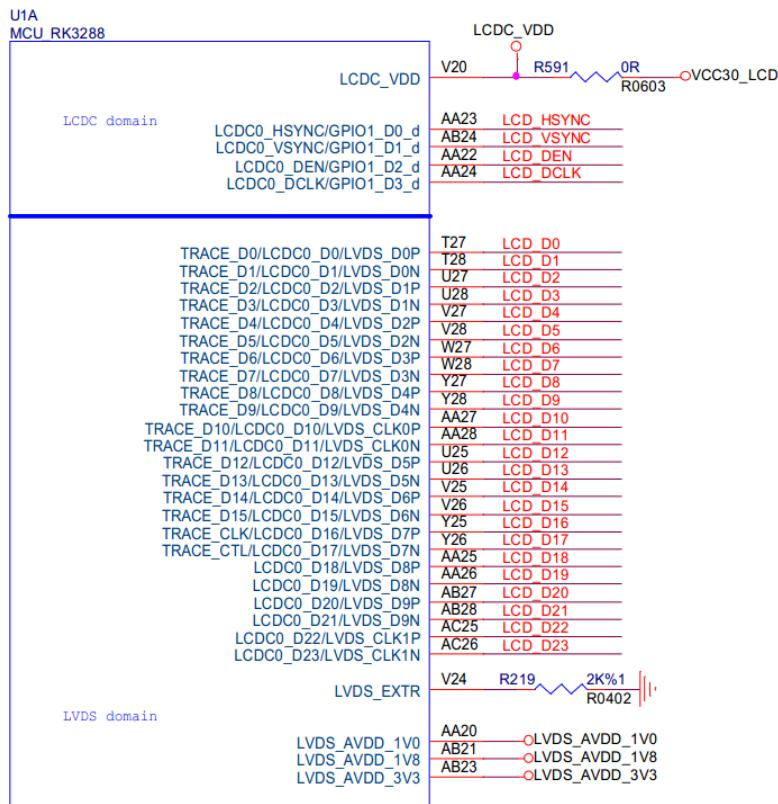
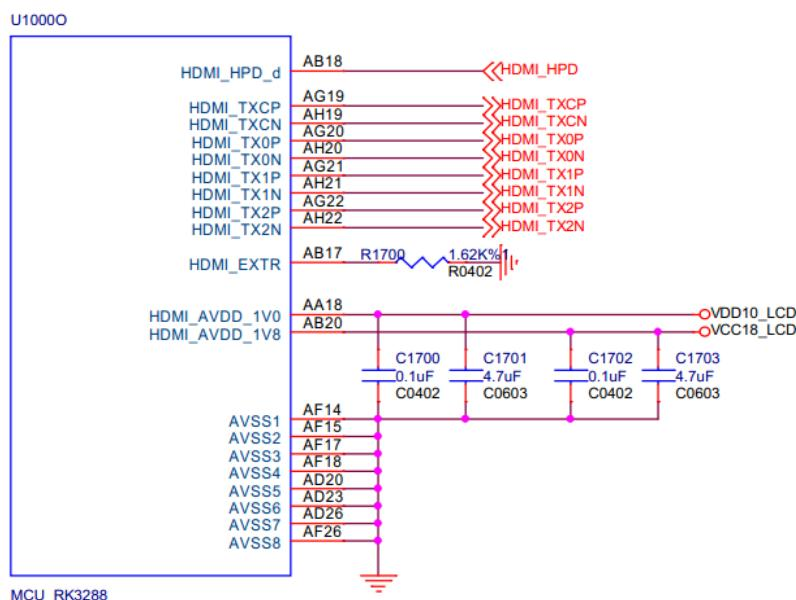

图 14-1
图14-5
- RK3288 支持 Parallel RGB、LVDS、MIPI、eDP、HDMI 等多种视频输出模式，MIPI、LVDS、HDMI PHY 的参考电阻，请选择 1% 精度电阻，eDP 无需外接参考电阻，如图 14-1~图 14-5；